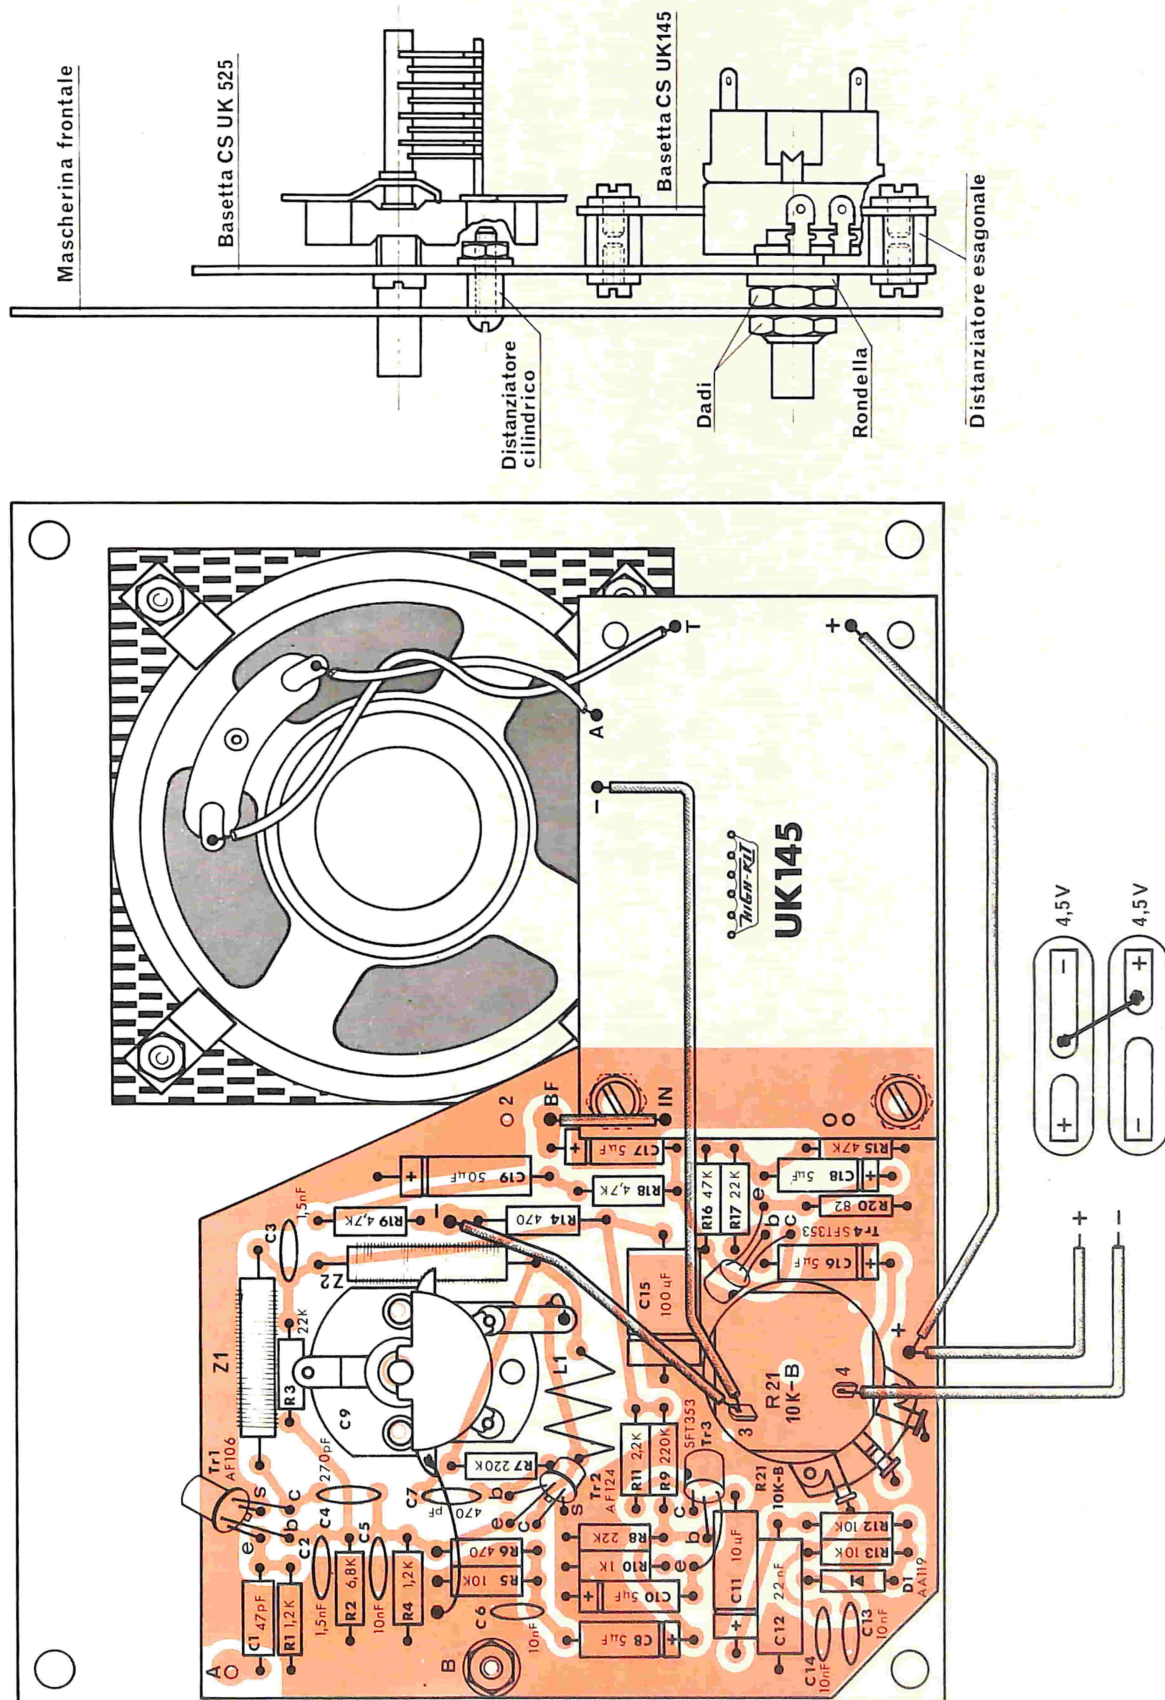

Fig. 5 - Montaggio dell'amplificatore UK 145 sul pannello recante i componenti del sintonizzatore UK 525.
- Montare i due distanziatori esagonali di lunghezza 8 mm dalla parte bachelite e fissarli con viti del $\varnothing$ 3 x 6 mm dopo aver messo sotto la testa di ognuno di essi una rondella - vedi particolare di fig. 5.
trodurre nel foro da 10 mm del pannello la bussola del potenziometro e nell'altro foro da 9 mm far passare l'albero del condensatore variabile. Avvitare il dado fino al bloccaggio. Introdurre nel punto B fra circuito stampato e pannello il distanziatore cilindrico della lunghezza di 4,5 mm e introdurre nel foro la vite del $\varnothing$ di 3 x 10 mm, avvitare il dado fino al bloccaggio - vedi particolare di fig. 5
III fase - Montaggio dell'amplificatore UK 145 - fig. 5
La semplicità realizzativa e circuitale di questo apparecchio non richiede un vero e proprio collaudo e una particolare messa a punto. Infatti, dopo aver controllato più volte il circuito, e dopo la verifica dell'isolamento nei punti più critici, è sufficiente alimentare il circuito con due pile da 4,5 V collegate in serie, come indica la fig. 5, e chiudere l'interruttore.